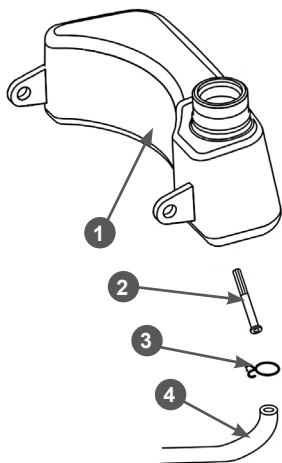

Рис. 24 Обслуживание топливного фильтра
3. Снимите хомут 3 топливного шланга и снимите шланг 4 со штуцера топливного бака 1 (Рис. 24).
5. Извлеките из топливного шланга 4 топливный фильтр 2 (Рис. 24).